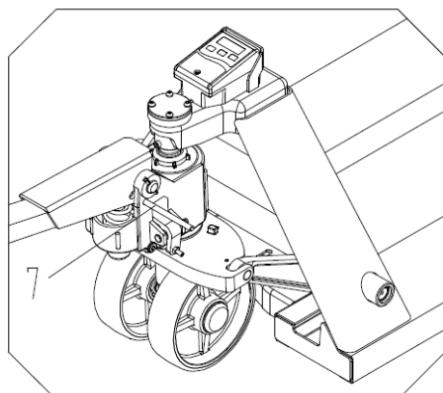

Bild 3
6. Lyft handtag till horisontalt läge, dra ut sprint 7 och förvara den på lämpligt sätt för användning nästa gång handtaget ska bytas. (*Bild 3*)